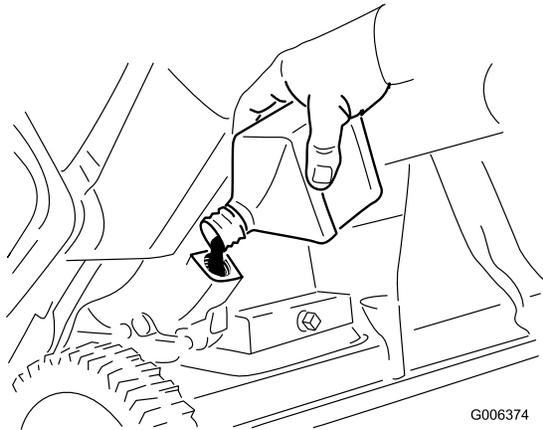

Figura 22
8. Con la máquina en la posición de uso, vierta aceite **con cuidado** en el orificio de llenado hasta que esté a punto de rebosar (Figura 22).